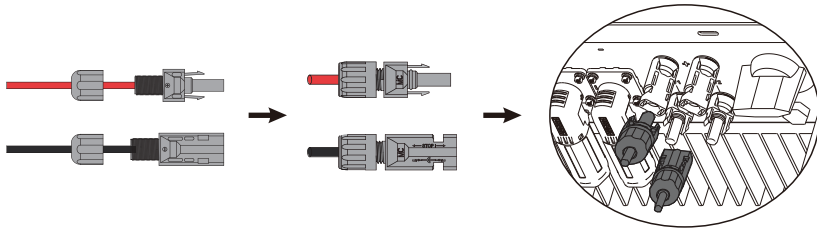

Abbildung 4.1-3 Der PV-Stecker ist mit dem Wechselrichter verbunden
Schritt 3. Schrauben Sie die Kappe auf und stecken Sie sie auf der Seite des Wechselrichters ein, wobei ein Klickgeräusch zu hören ist, wenn die Stecker richtig in die PV-Stecker eingesteckt sind. Siehe Abbildung 4.1-3.